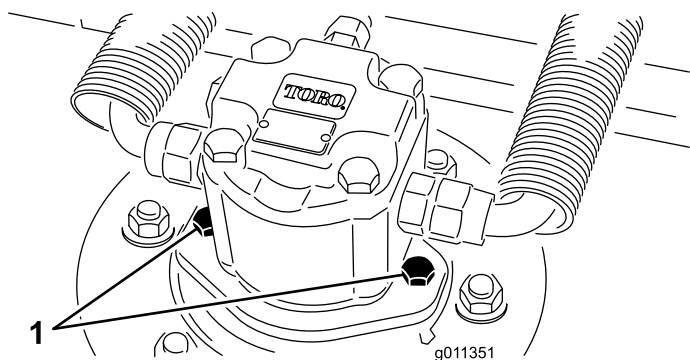

Figure 85
2. Débranchez et déposez le moteur hydraulique de l'unité de coupe (Figure 85). Couvrez le dessus de l'axe pour éviter toute contamination.
3. Posez le moteur hydraulique sur l'unité de coupe (Figure 85). Vérifiez que le joint torique est en place et en bon état.